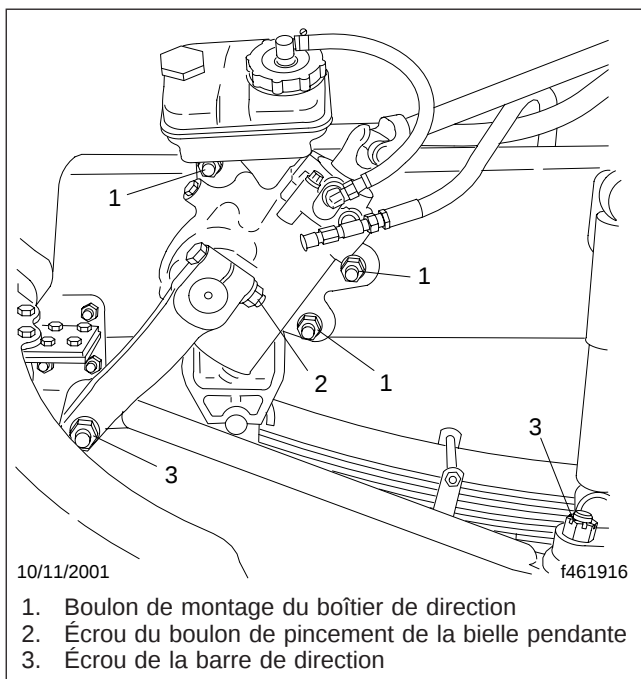

Fig. 21.14, Fixations du boîtier de direction
5. Inspectez les composants de direction. Voir la **figure 21.14**.